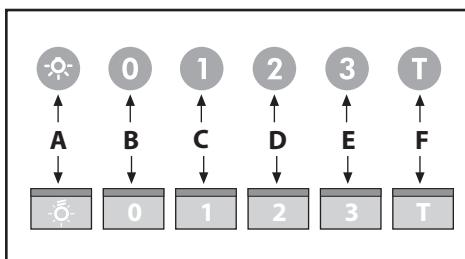

Fig.11
• Comandi luminosi (Fig.11) la simbologia è di seguito riportata: